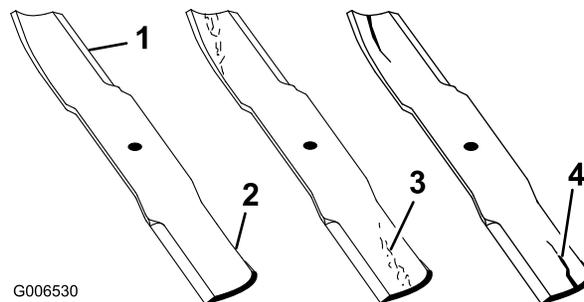

Figura 92
4. Si observa fisuras, desgaste o la formación de una ranura en esta zona, instale de inmediato una cuchilla nueva (Figura 92).
1. Inspeccione los filos de corte (Figura 92).